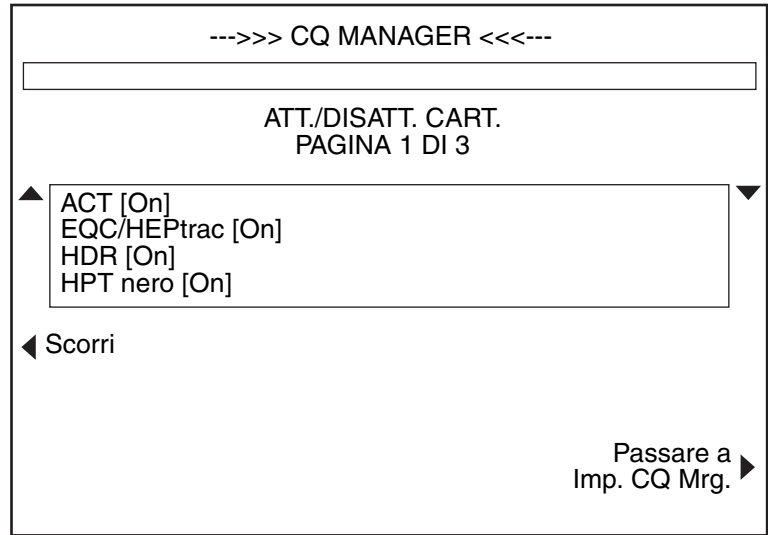

Figura 3-22. Schermata Attiva/Disattiva cartuccia
11. **Att./Disatt. cartucce** - Quando viene premuto il tasto funzione **[Cart Attiva Imp.]** nella schermata IMPOSTAZIONE CQ MANAGER, viene visualizzata la schermata Att./Disatt. cartuccia come mostrata nella Figura 3-22. In questa schermata viene riportato l'elenco delle cartucce autorizzate.